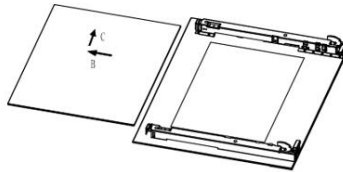

Fig.4
4. Lepaskan kaca bagian tengah ( Fig.4 )